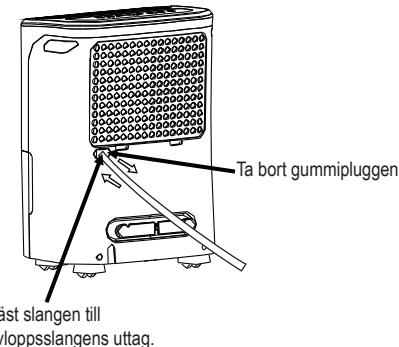

Fig.7
- Avlägsna gummiproppen från vattenbehållarens slanguttag. Anslut en avloppssläng (ID = 13.5mm) och led den till golvavloppet eller en lämplig dräneringsplats (se Fig.7).